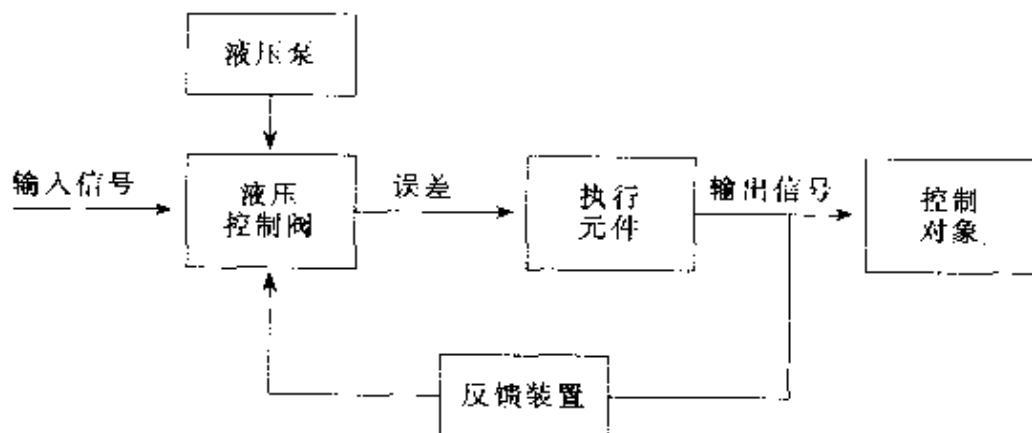

图9-2 伺服系统的组成
(2) 组成 液压伺服系统的组成如图 9-2 所示，各组成部分的功用是：